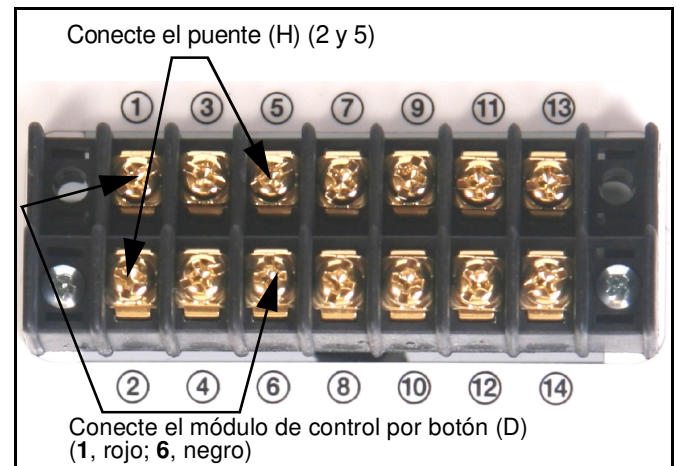

Figura 3
5. Conecte el puente (H) a los contactos 2 y 5 del bloque de terminales externo y el módulo de control por botón (D) a los contactos 1 (rojo) y 6 (negro). (Consulte la Figura 3).
1. Desenchufe el cable de alimentación de prueba (J) (utilizado para probar la unidad).
2. Desconecte del bloque de terminales externo el puente y el módulo de control por botón (instalado anteriormente según la sección "Prueba antes de la instalación"). (Consulte la Figura 3).